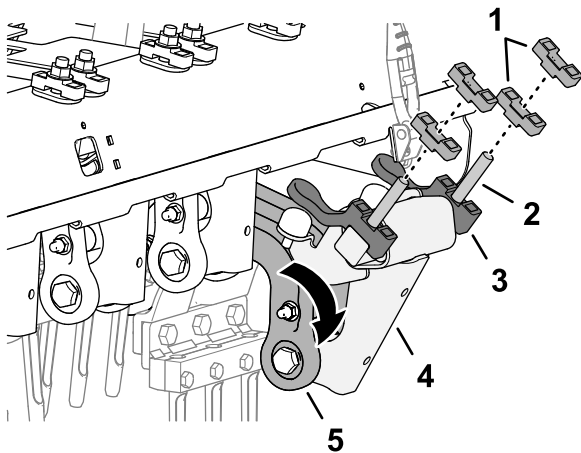

Bild 133
- Drehen Sie das Dämpfergelenk und die Dämpferwelle nach unten (Bild 133).